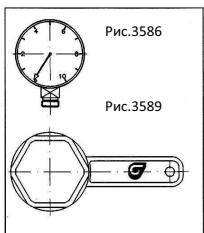

Рис.4.
Седло клапана вставить в корпус, проследить за правильным положением круглого кольца. Для облегчения монтажа слегка смазать кольца силиконовой смазкой. Между мембранны и пружинной крышкой уложить скользящее уплотнительное кольцо (7), как показано на рис. 4.